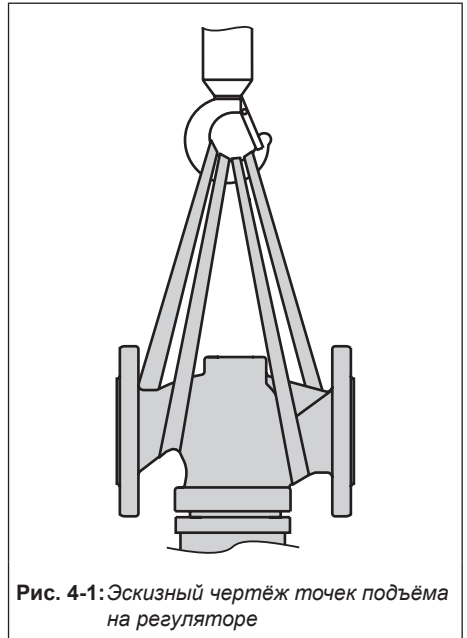

Рис. 4-1: Эскизный чертёж точек подъёма на регуляторе
- Используйте крюк с предохранительной защелкой для фиксации строп от соскальзывания с крюка при подъёме и транспортировке (см. Рис. 4-1).
1. Прикрепите по одной стропе к фланцу корпуса и к такелажному оборудованию (например, крюку) крана или вилочного погрузчика (см. Рис. 4-1).